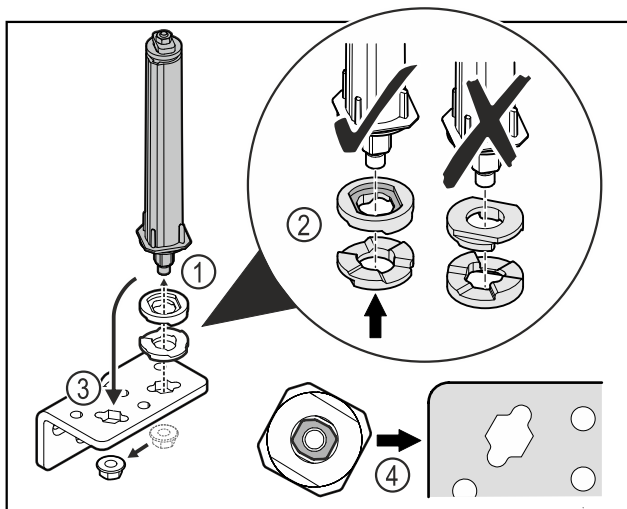

Fig. 46
- ▶ Otpustite maticu i skinite sustav zatvaranja vrata Fig. 46 (1).
- ▶ Pazite na ispravno poravnanje pločica za namještanje visine Fig. 46 (2).
- ▶ Premjestite sustav zatvaranja vrata u kutnim šarkama i pričvrstite ga maticom Fig. 46 (3).
- ▶ Pri umetanju pazite na ispravno poravnanje sustava zatvaranja vrata Fig. 46 (4).